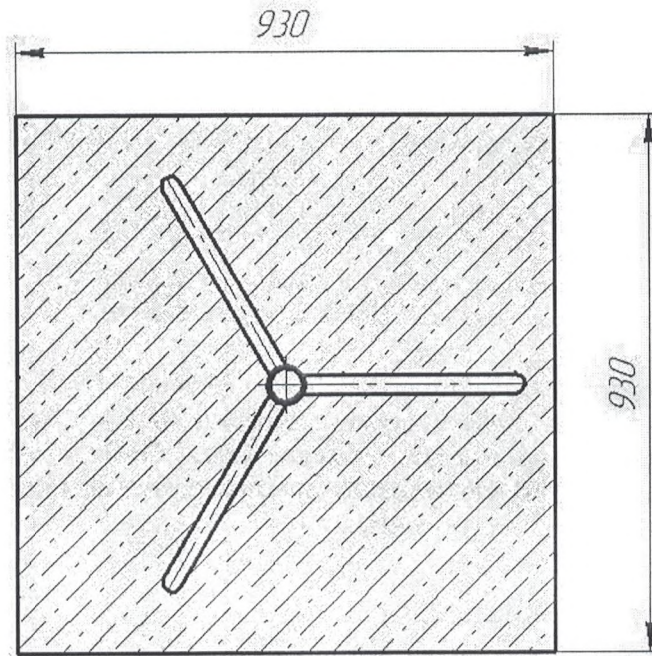

Рис.5 Схема фундамента
- разметить площадку (рис.5) и подготовить яму, глубиной не менее 500 мм;